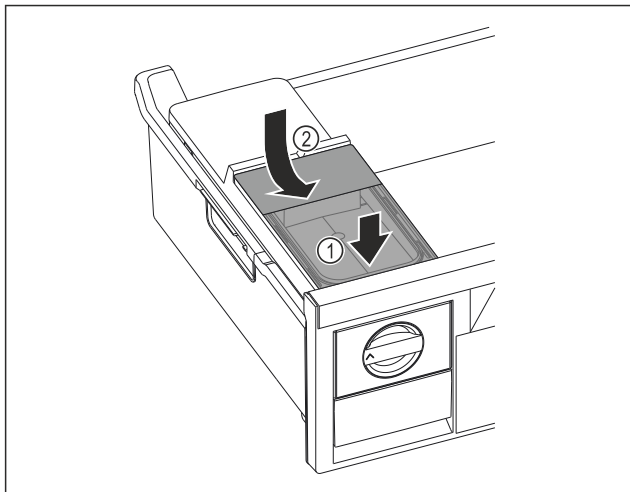

Fig. 111
- Futni depozitën e ujit në pjesën përpara. Fig. 111 (1)
- Ulni poshtë depozitën e ujit në pjesën e pasme. Fig. 111 (2)